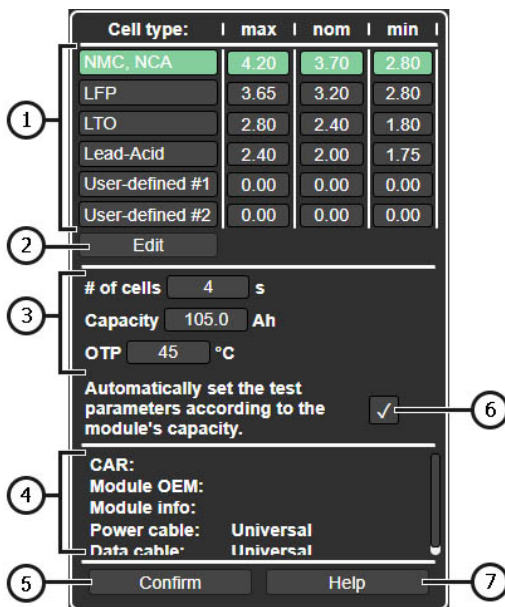

Figura 6.1
- 3: Bloque de parámetros principales para la configuración de la prueba de la batería (ver explicación en la Figura 6.1).
El bloque de parámetros principales para la configuración de la prueba de la batería (ver Figura 6.1) incluye lo siguiente: